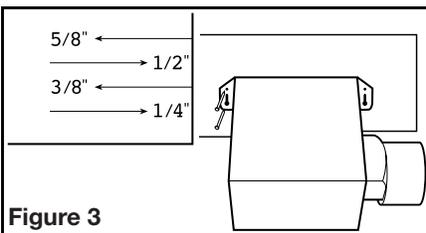
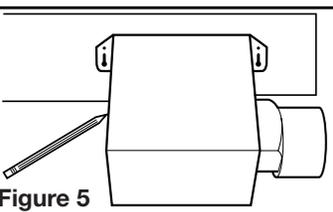

Figure 3
Figure 5
- Mounting Tab Installation:** Using the gauge on the fan's housing, line up housing so that it will be flush with the finished ceiling. Position the fan so that the tabs rest flat against the joist and secure with four nails (not provided) to ensure proper installation (**Figure 3**).
- Mounting Tab Installation:** Position housing against the joist and trace an outline of the housing onto the ceiling material (**Figure 5**). Set housing aside and cut opening, being careful not to cut or damage any electrical or other hidden utilities. Place housing next to the joist and insure that it is flush with the finished ceiling. Secure with four nails (not provided) to ensure proper installation (**Figure 3**).
- Installation des Onglets de Montage :** à l'aide des guides sur le châssis du ventilateur, aligner le châssis pour qu'il soit à effleurement avec le plafond fini. Positionner le ventilateur pour que les onglets reposent à plat contre la solive et fixer en place à l'aide de quatre (4) clous (non-compris) pour assurer une bonne installation (**Figure 3**).
- Installation des Onglets de montage :** positionner le châssis sur la solive et tracer un contour du châssis sur le matériau du plafond (**Figure 5**). Mettre le châssis de côté et découper l'ouverture, en prenant soin de ne pas couper de câble électrique dissimulé ou autre utilité. Placer le châssis près de la solive et vous assurer qu'il soit à effleurement avec le plafond fini. Fixer avec quatre (4) clous (non-compris) pour assurer une installation adéquate (**Figure 3**).